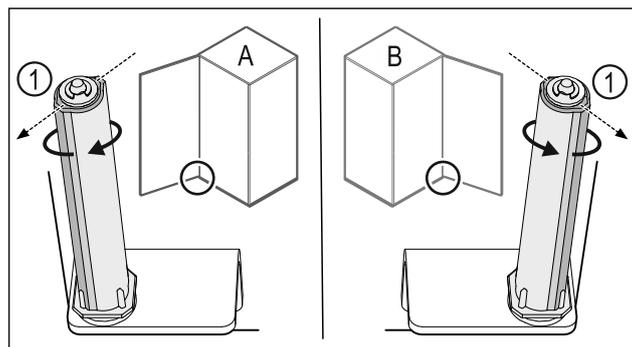

Fig. 23 Μεντεσέδες αριστερά (A) / Μεντεσέδες δεξιά (B)
- ▶ Περιστρέψτε το σύστημα κλεισίματος κόντρα στην αντίσταση, μέχρι ο κορμός του συστήματος κλεισίματος Fig. 23 (1) να είναι στραμμένος προς τα έξω.